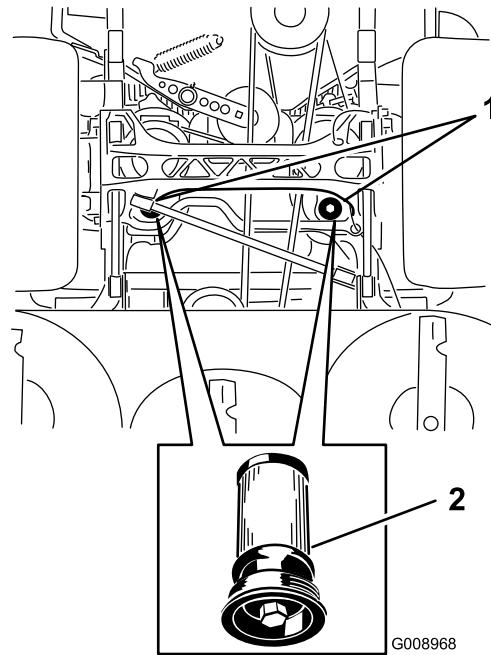

Figura 86
5. Coloque un recipiente debajo del filtro, retire el filtro usado y límpie la superficie (Figura 86).
6. Aplique una capa fina de aceite hidráulico a la junta de goma del filtro nuevo (Figura 86).